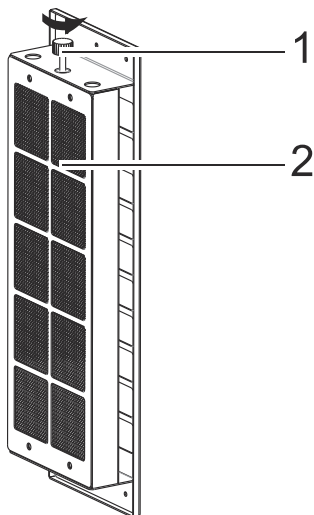

Fig. 6
2. ➔ Afmonter rammen fra kulfilteret ved at fjerne skruen som vist på (Fig. 6).